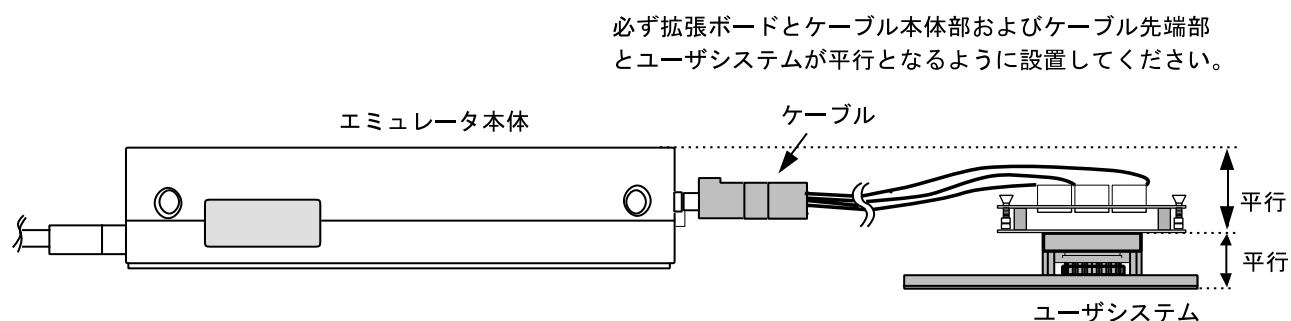

図11 設置例
- (1) ユーザシステムへの接続時には1ピン位置に十分注意して、誤接続は絶対にしないでください。
- (2) 本ユーザシステムインタフェースケーブルを使用する場合の推奨マウントパッド寸法は、MCU実装用マウントパッド寸法とは異なりますので注意してください。
- (3) 本ユーザシステムインタフェースケーブルは、HS2655EPI61Hエミュレータ専用ですので、他のエミュレータ本体には使用しないでください。
- (4) ケーブル本体部が断線する可能性がありますので、本ユーザシステムインタフェースケーブルの上に重いものや金属等の角の尖ったものを置かないでください。
- (5) ユーザシステムに接続した状態では、ユーザシステムインタフェースケーブル、特にケーブル先端部に無理な力が加わらないように注意する必要があります。図11の設置例を参照してご使用ください。